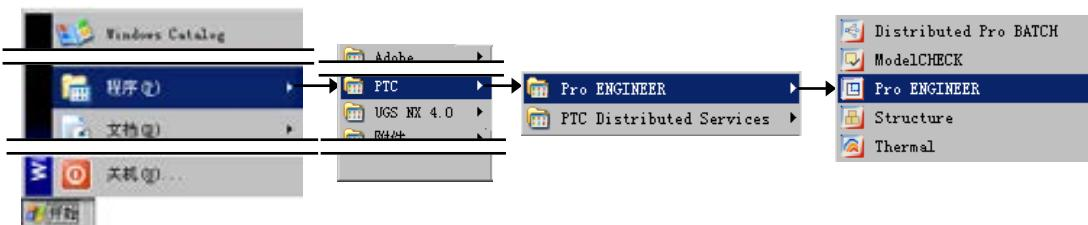

图 3.4.1 Windows “开始”菜单
Step2. 如图 3.4.1 所示，选择 程序 (P) → PTC → Pro ENGINEER → Pro ENGINEER 命令，系统便进入 Pro/ENGINEER 软件环境。